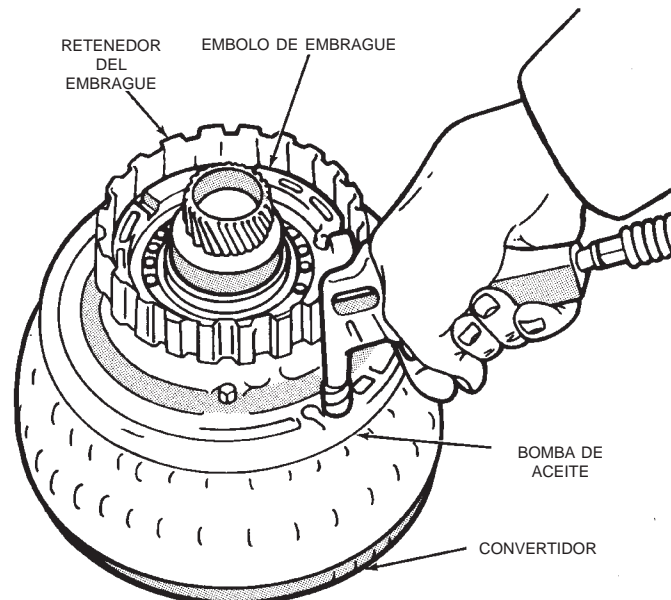

Fig. 198 Desmontaje del émbolo del embrague de sobremarcha
(10) Instale la bomba de aceite en el convertidor. Luego instale el embrague en la bomba de aceite (Fig. 198).
(11) Sostenga con la mano el émbolo del embrague y aplique aire comprimido a través del orificio de alimentación de la bomba de aceite para poder extraer el émbolo (Fig. 198). Aplique solamente la presión de aire suficiente para retirar el émbolo.